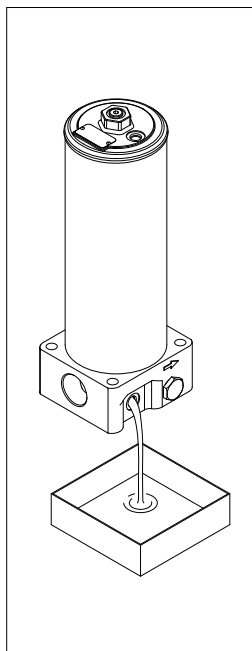

fig. 3
- (Fig. 3) Drenare il fluido di lavoro dal fondo della testata al recipiente di raccolta